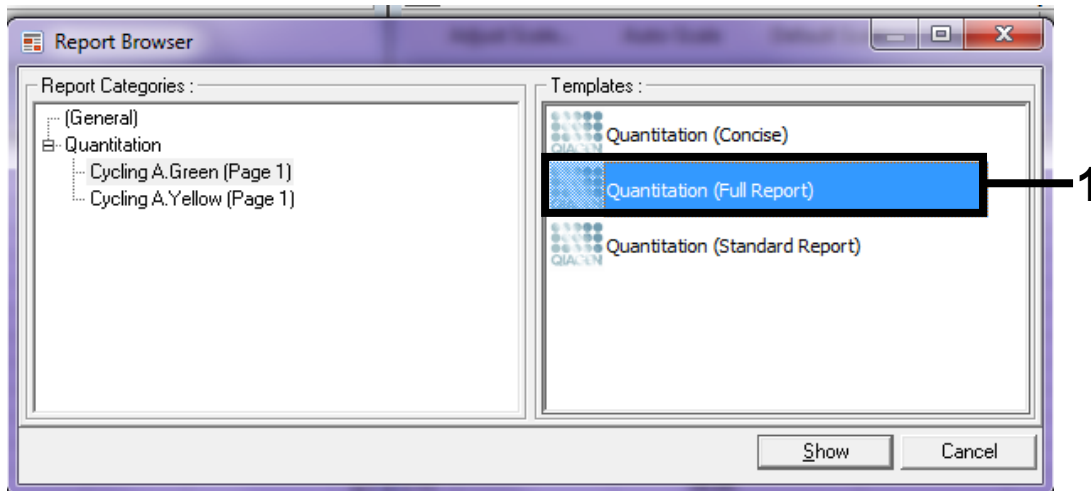

Bild 38. Kvantifieringsrapport (fullständig rapport) (1).
10. Välj "Quantitation (Full Report)" [Kvantifiering (fullständig rapport)] under "Templates" [Mallar] (bild 38).